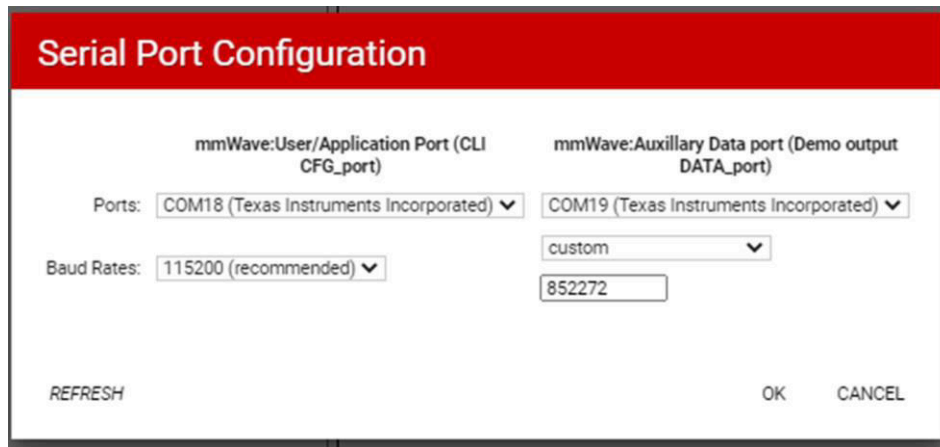

图 1-3. 应用程序中的串行端口配置
2. 在浏览器应用程序中，导航至“Menu”>“Options”>“Serial Port”，然后在弹出窗口中设置 COM 端口，如下所示 (请参阅图 1-3)。